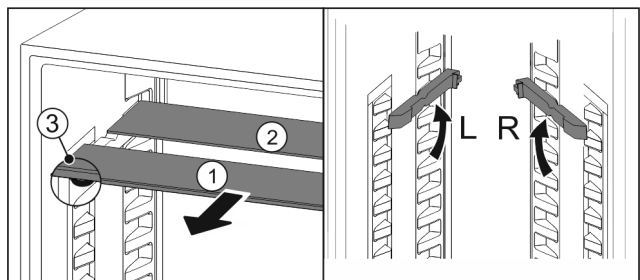

Fig. 73
- ▶ По одной извлеките Fig. 73 (1) стеклянные панели движением вперед.
- ▶ Стеклянная панель Fig. 73 (1) с декоративной планкой лежит спереди.
- ▶ Стопоры Fig. 73 (3) показывают вниз.